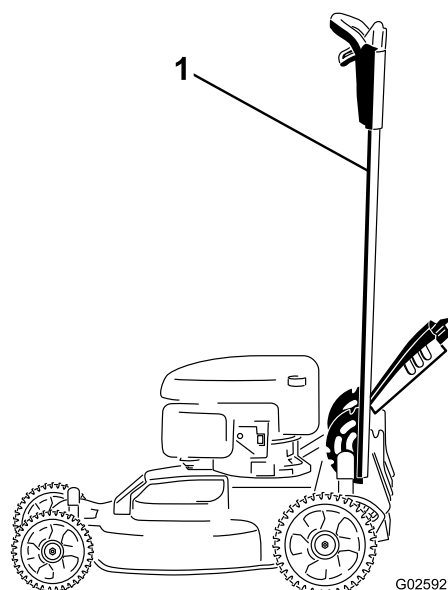

Figure 37
- Verrouillez le guidon en position verticale (Figure 37); voir Réglage de la hauteur du guidon (page 12).